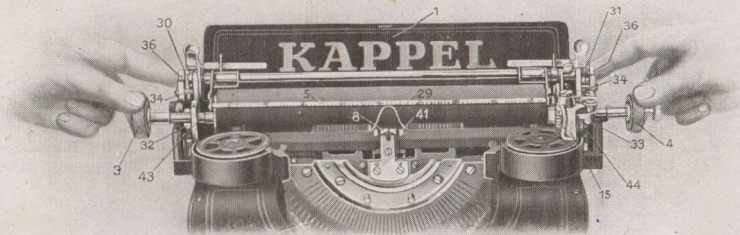

Abbildung 8
Das Abnehmen des Papierwagens geschieht, indem man, mit beiden Händen die Handrädchen (3 und 4) [Abb. 8] erfaßt, die Klinken (30 und 31) mit den Zeigefingern nach oben drückt, den Wagen hochhebt und dann nach vorn neigt.
damit die Farbbandführungsgabel (41) [Abb. 8] nicht